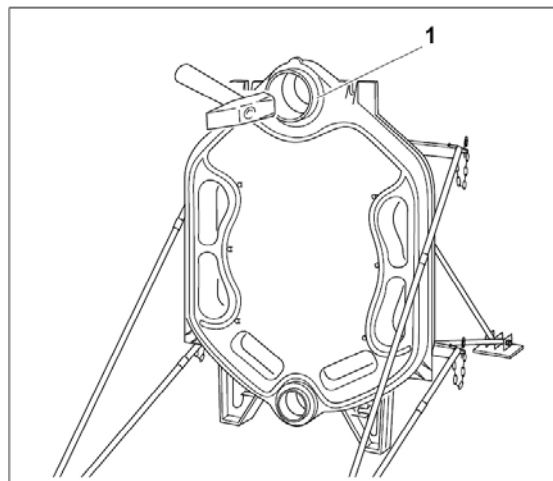

Fig. 9
- Sätt nipplarna direkt in i den övre (gr. 4,181/70) och i den nedre (gr. 2, 119/50) nippelgången i baksektionen, och slå i korsvis med kraftiga hammarslag. Den övre nippeln (Fig. 9, **pos. 1**) bör sticka ut ca 43 mm och den nedre nippeln ca 32 mm, när det är islagna.